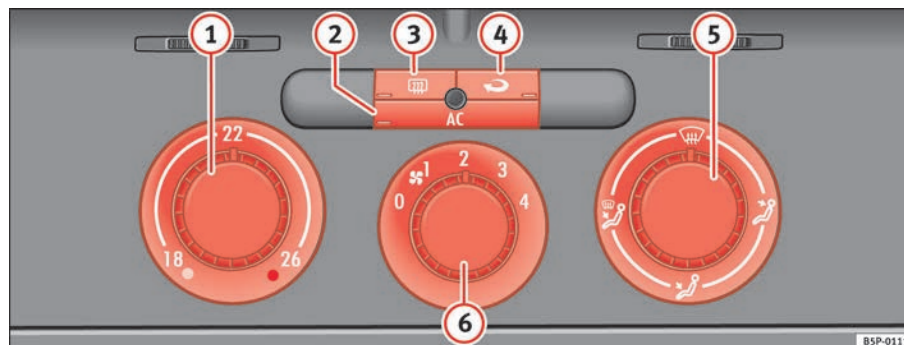

Fig. 127 Comandos do Climatic no painel de instrumentos
- Com os reguladores ⇒ fig. 127 ① e ⑤ e com o interruptor ⑥ é ajustada a temperatura, a distribuição do ar e o nível do ventilador.
- Premir o respectivo botão ②, ③ ou ④ para ligar e desligar a respectiva função. Quando a função está activa, a janela que se encontra no canto inferior esquerdo do botão ilumina-se.
- ① Regulador da temperatura ⇒ página 156
- ② Botão – Ligar/desligar a refrigeração ⇒ página 156
- ③ Botão – Desembaciador do vidro traseiro. Cerca de 20 minutos depois de ser activado, o aquecimento é automaticamente desligado. Pode ser também desligado antes, premindo o respectivo botão.
- ④ Botão – Recirculação do ar ⇒ página 158
- ⑤ Regulador da distribuição do ar ⇒ página 156
- ⑥ Interruptor do ventilador. O caudal de ar é regulável em quatro níveis. A baixa velocidade o ventilador deve funcionar também sempre num nível baixo.
- Ligar o ar condicionado com o botão ⇒ página 155, fig. 127 .